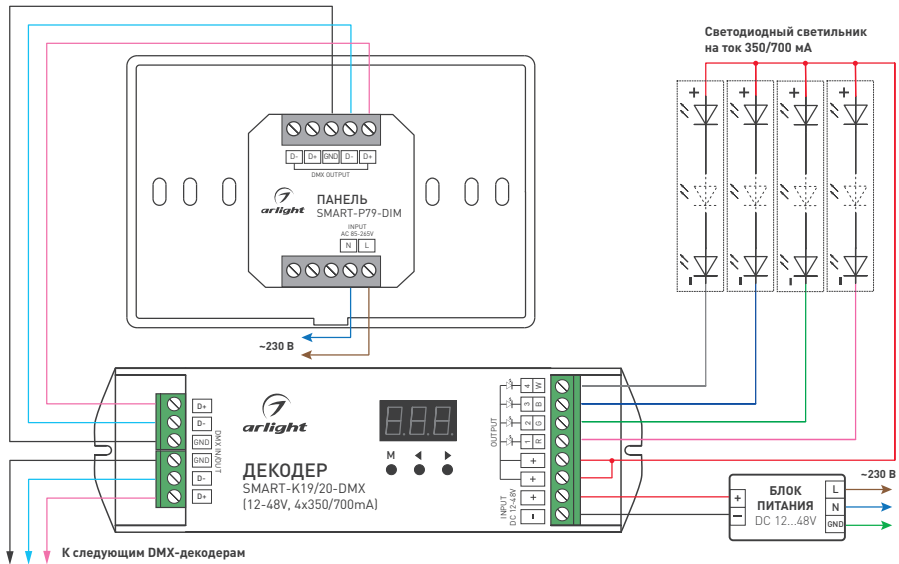

Рисунок 1. Подключение одноцветной светодиодной ленты
3.2. Подключите оборудование согласно схеме, приведенной на рис. 1. Соблюдайте полярность и порядок подключения проводов к клеммам.